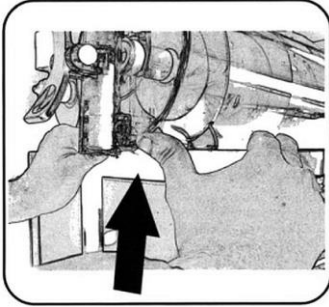

Afb. 17
2. Vul het reservoir met lauwwarm water en leeg het via de aftapkraan (afb. 17, 18).